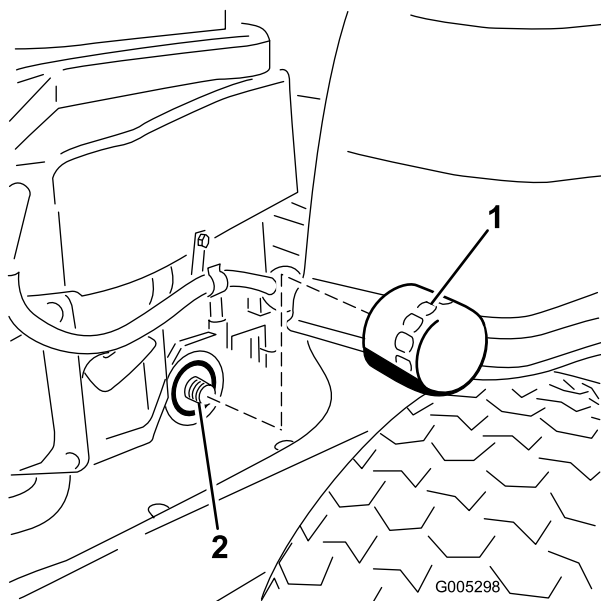

Figura 34
- Localice el filtro de aceite, en el lado derecho del motor. Retire el filtro usado y limpie el adaptador del filtro con un paño (Figura 34).
12. Instale el filtro de aceite nuevo en el adaptador. Gire el filtro de aceite en el sentido de las agujas del reloj hasta que la junta de goma entre en contacto con el adaptador, luego apriete el filtro de 3/4 a una vuelta más (Figura 34). Limpie cualquier exceso de aceite del bastidor.